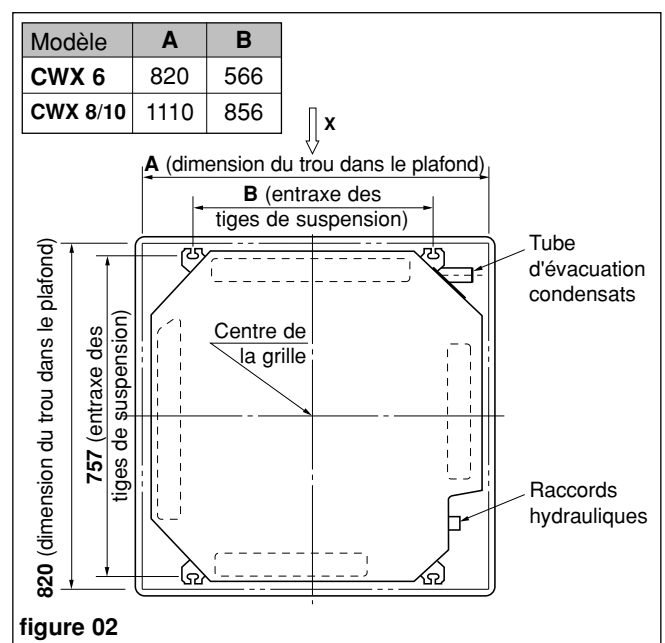

figure 02
- Voir les cotes sur le tableau ci-contre (figure 02).